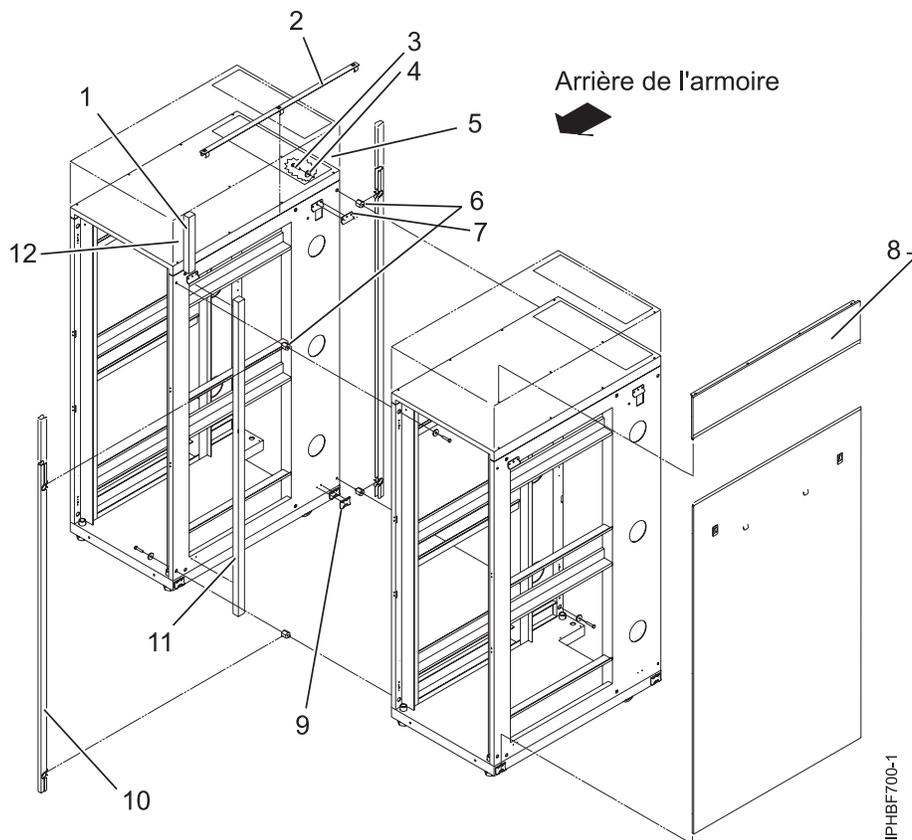

Figure 104. Retrait des panneaux latéraux et des pattes Z et J, mise en place des vis de butée et de la longue bande de mousse pour relier plusieurs armoires
4. Installez les deux premières vis de butée dans les angles supérieur gauche et inférieur droit de la première armoire (voir la figure 104, à la page 114).
5. Installez les deux autres vis de butée dans les angles supérieur gauche et inférieur droit de la deuxième armoire (voir la figure 104, à la page 114).
6. Fixez la mousse comme illustré sur la figure 104, à la page 114. Sur les modèles d'armoire T42, placez la bande courte de mousse protectrice dans le prolongement de la bande longue et placez l'ensemble sur la longueur du cadre de l'armoire.